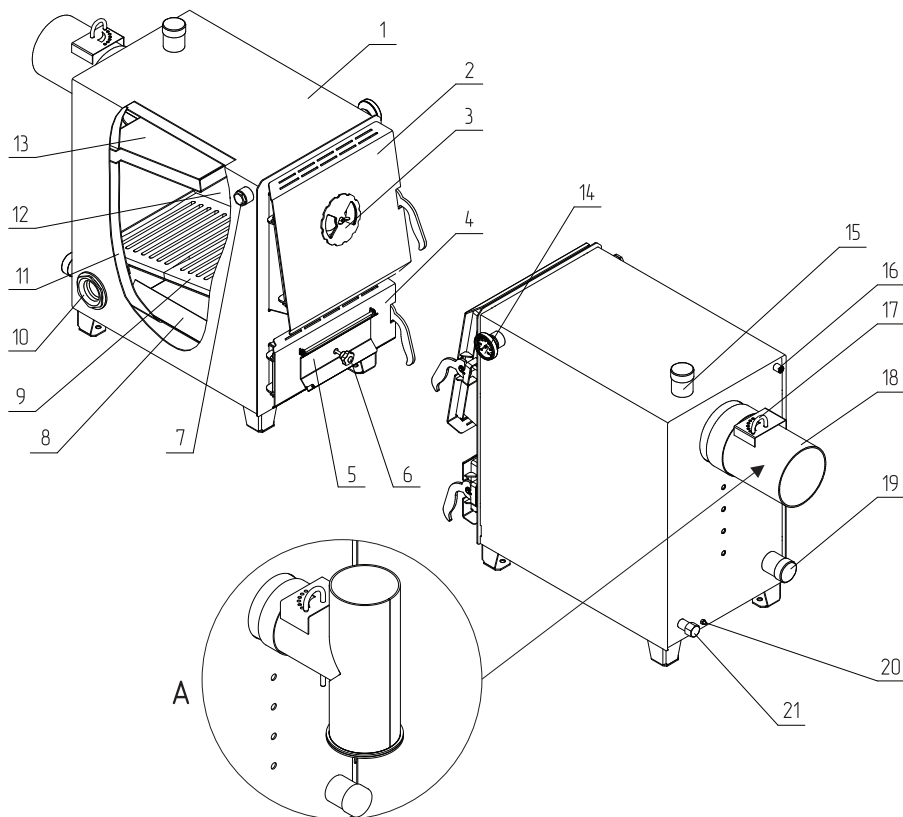

Рис.1 Устройство котла ZOTA Енисей
- Эксплуатировать котел без установленного зольного ящика (**Рис.1, поз.8**);